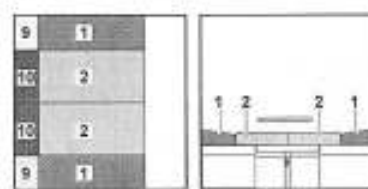

Fig. 87 Après la transformation
- Tirer les coussins d'assise (Fig. 87,2) vers l'avant et le milieu.
- Placer les coussins de dossier (Fig. 87,1) entre les coussins d'assise et la cloison.
- Placer les coussins supplémentaires (Fig. 87,9) entre les coussins de dossier et la cloison.
- Placer les coussins supplémentaires (Fig. 87,10) entre les coussins d'assise et la cloison.